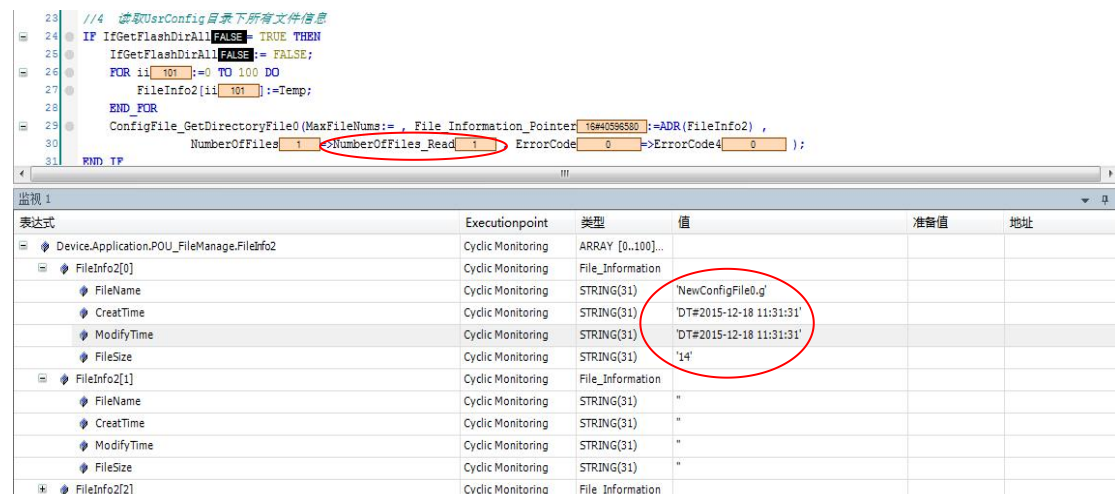

图4.38 读目录内文件信息
3) 读目录内文件信息：当读目录内文件信息使能被强制为TRUE后，该指令执行，返回读取到的文件数、文件名、文件创建时间、文件修改时间以及文件实际大小，如图4.38所示。